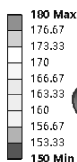

图 7-42 管的温度分布云图
- (1) 在导航树上单击【Solution (B4)】。
- (2) 在求解工具栏中单击【Thermal】→【Temperature】。
- (3) 在 Mechanical 标准工具栏中单击  Solve 进行求解运算。
- (4) 运算结束后，单击【Solution (B4)】→【Temperature】，可以查看管的温度分布云图，如图 7-42 所示。